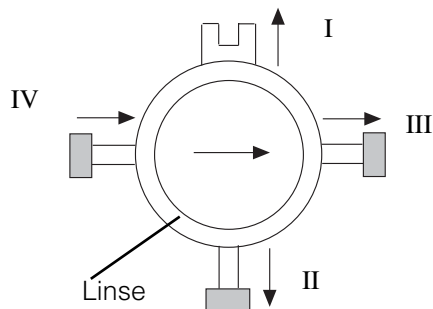

Abb. 26
- 3 - Falls eine der vier Seiten des Quadrats eine größere Menge "Grat" aufweist, die Linse in die Richtung dieser Seite verstellen (Abb.26). Diesen Vorgang wiederholen, bis auf allen vier Seiten dieselbe Menge "Grat" festzustellen ist.